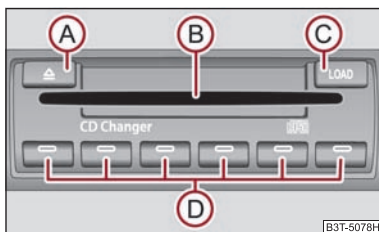

Fig. 146 Schimbătorul de CD-uri
- Apăsați scurt pe tasta **C** ⇒ fig. 146 și introduceți CD-ul (Compact Disc) în aparat **B**. CD-ul va fi depozitat pe următoarea poziție liberă din magazia de CD-uri. LED-ul din tasta respectivă **D** va înceta să clipească.